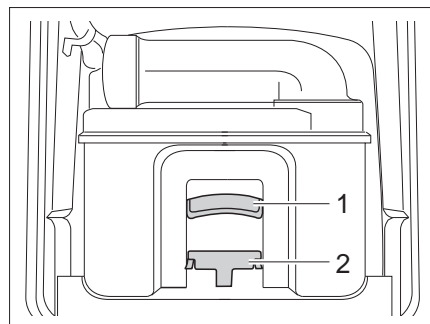

Fig. 261 Cassetta Thetford
- Tirare la staffa di supporto (Fig. 261,2) verso il lato anteriore per sbloccare la cassetta della toilette ed estrarre la cassetta mediante la maniglia (Fig. 261,1).